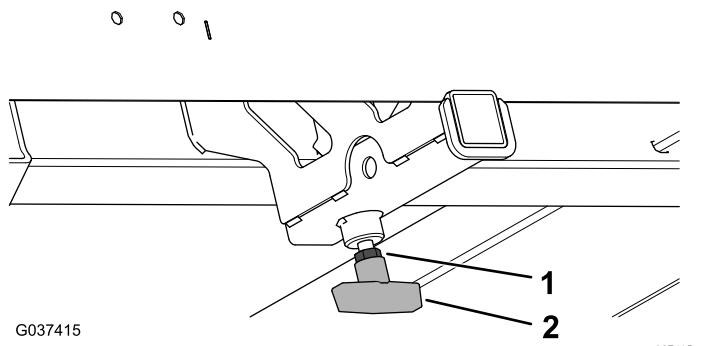

Figure 10
- Serrez complètement l'écrou de blocage ($\frac{3}{8}$ po) contre la poignée en T (Figure 10).